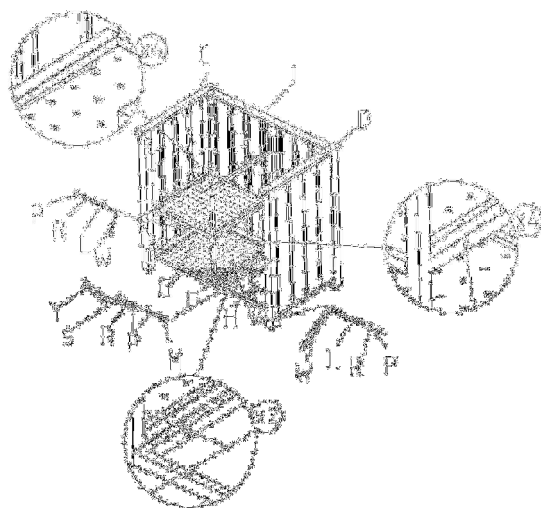

Figure 3
3. Monter le côté gauche (C), l'étagère (G), le diviseur (F), le support de bouteille(H) et le côté droite(D) ensemble avec 8 boulons $\frac{1}{4}$ in x 30 mm (L), 8 rondelles plates (P) et 8 rondelles élastiques (R); 2 boulons $\frac{1}{4}$ in x 55 mm(M), 4 rondelles plates (P) et 2 rondelles élastiques (R), 2 écrous(S) à l'aide de clé Allen (W) et la clé plate(Y) (voir Figure 3).